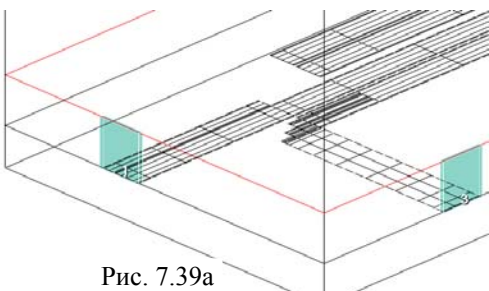

Рис. 7.39a
- Щёлкните правой кнопкой мышки по имени скопированной структуры и выберите **Add Annotation**. В открывшемся окне в области **Measurement Type** отметьте **Planar EM**, в области **Measurement** отметьте **EM_Mesh** в поле **EM Simulation Document** введите имя структуры **NO_EMSight_t**. Нажмите **Apply** и **OK**. На трёхмерном отображении структуры будет показана встраиваемая для анализа сетка (рис. 7.39a и 7.39б). Сетка – прямоугольная и наклонная сторона изгиба аппроксимируется ломаной линией. Очевидно, в нашем случае это не должно оказывать заметного влияния на результаты расчёта.